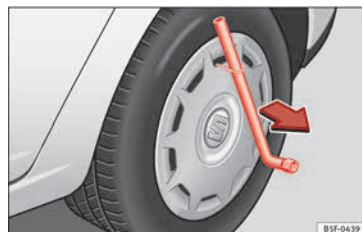

Fig. 66 Desmontar el tapacubos integral.
- Introduzca la llave para las ruedas en el gancho de alambre » » » **fig. 66** y tire del tapacubos en el sentido que indica la flecha.